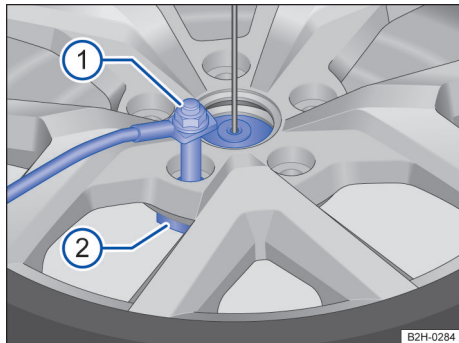

Fig. 188 Roda sobressalente ou roda de emergência: soltar o parafuso de segurança.
Legenda para Fig. 188:
- Gire o parafuso de segurança com a chave da roda no sentido anti-horário e tire-o do suporte do aro → Fig. 188 ❶.
- Girar o parafuso de segurança → Fig. 188 ⓘ no sentido horário no suporte do aro.